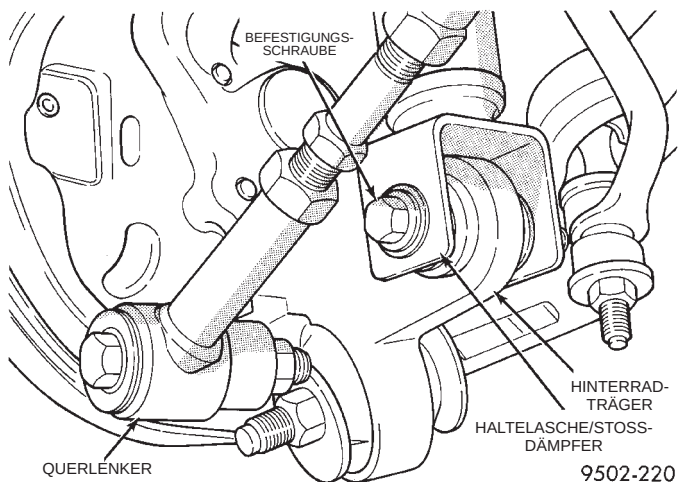

Abb. 34 Befestigung des Stoßdämpfers am Hinterradträger
(1) Fahrzeug anheben. Dazu Unterstellböcke oder eine Hebebühne verwenden, die am Rahmen angebracht wird (siehe Kapitel 0, Schmierung und Wartung, Abschnitt "Anheben des Fahrzeugs").
(2) Beide Hinterräder abbauen.
(3) Die Haltelaschen der beiden hinteren Stoßdämpfer von den Hinterradträgern abschrauben (Abb. 34).